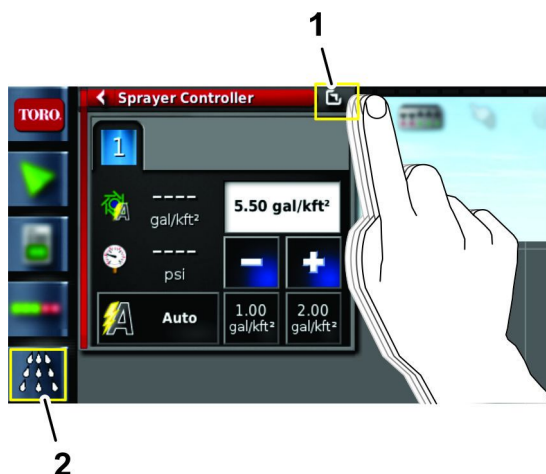

図 45
5. 散布レートコントローラアイコンを押し、次に、散布コントローラのウィンドウの右上にある全画面アイコンをスワイプなでる 図 45。